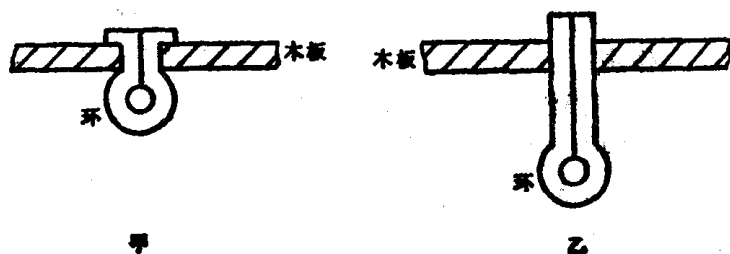

图 9
(1) 在长15cm、宽约4cm的小木板的两端的中间各安装一个铁环。具体的方法是：用铁丝弯一个环，然后从木板中间穿过，最后在反面固定；其中一个环用来固定橡皮筋，另一个环用来限位（如图9所示）。